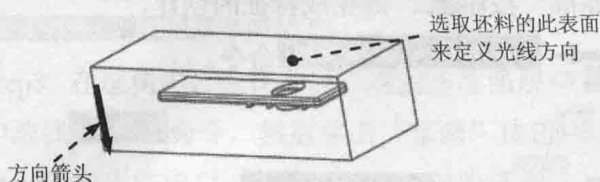

图 1.5 定义投影的方向
(1) 在“阴影曲面”对话框中双击 **Direction (方向)** 元素，系统弹出“选取方向”菜单。
(2) 在 **GEN SEL DIR (一般选取方向)** 菜单中选择 **Plane (平面)** 命令。
(3) 在系统 选取将垂直于此方向的平面。的提示下，选取图 1.5 所示的坯料表面；将投影的
方向切换至图 1.5 中箭头所示的方向, 然后选择 **Okay (确定)** 命令。